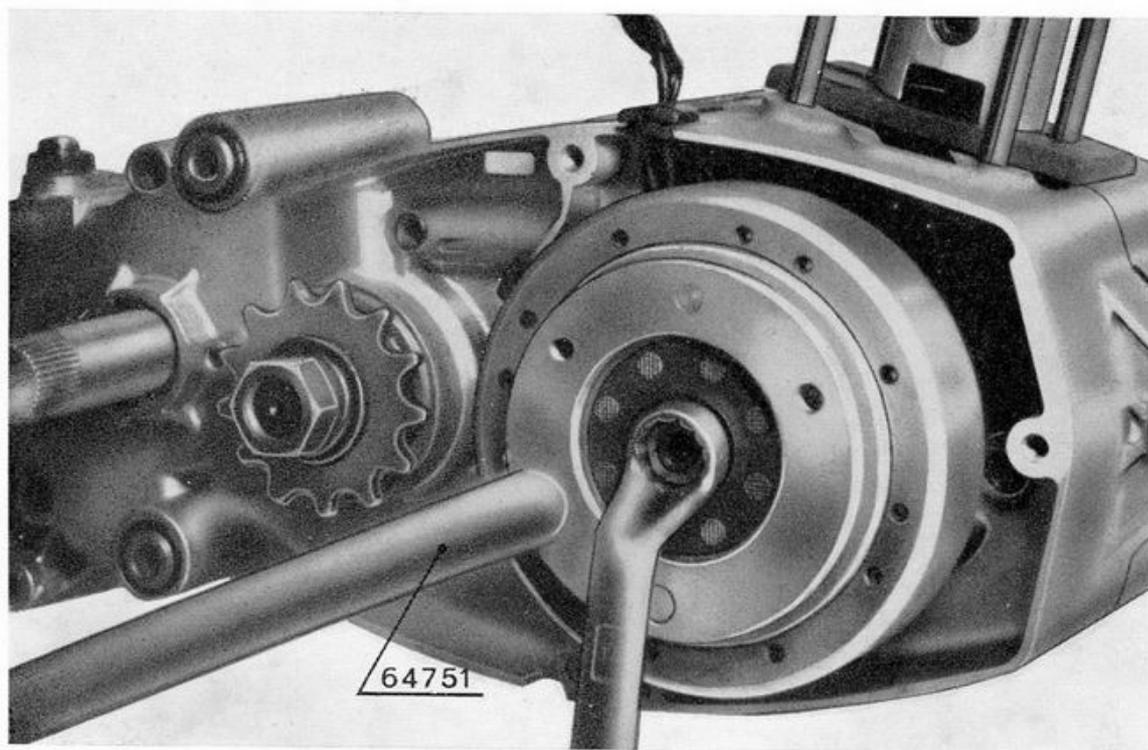

Fig. 1 - Come trattenere il volano magnete, usando l'attrezzo n. 64751.
4. Fig. 1 - Usando l'attrezzo n. 64751, ferma volano, svitare con chiave da mm. 14 il dado bloccaggio volano e sfilare la rispettiva rondella elastica.